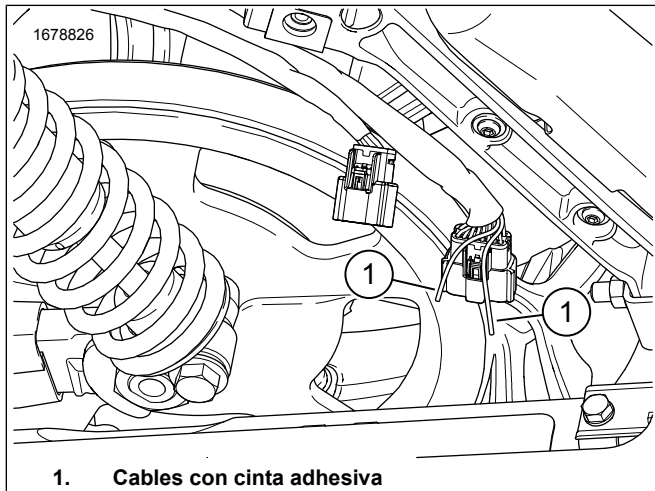

Figura 2. Cables de la alforja
2. Vea la Figura 2. Ubique Equipo original (OE) el conector de 16 vías [C288B_1].